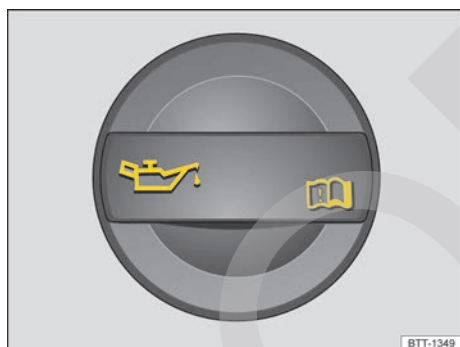

Fig. 200 En el vano motor: tapa de la boca de llenado de aceite del motor (representación esquemática).
4. Localice la boca de llenado de aceite del motor y la varilla de medición del nivel de aceite. La boca de llenado se reconoce por el símbolo  que hay sobre la tapa → fig. 200, y la varilla de medición, por su extremo superior de color. Si no tiene claro dónde se encuentran la tapa y la varilla de medición, acuda a un taller especializado.
9. Desenrosque la tapa de la boca de llenado de aceite → fig. 200.